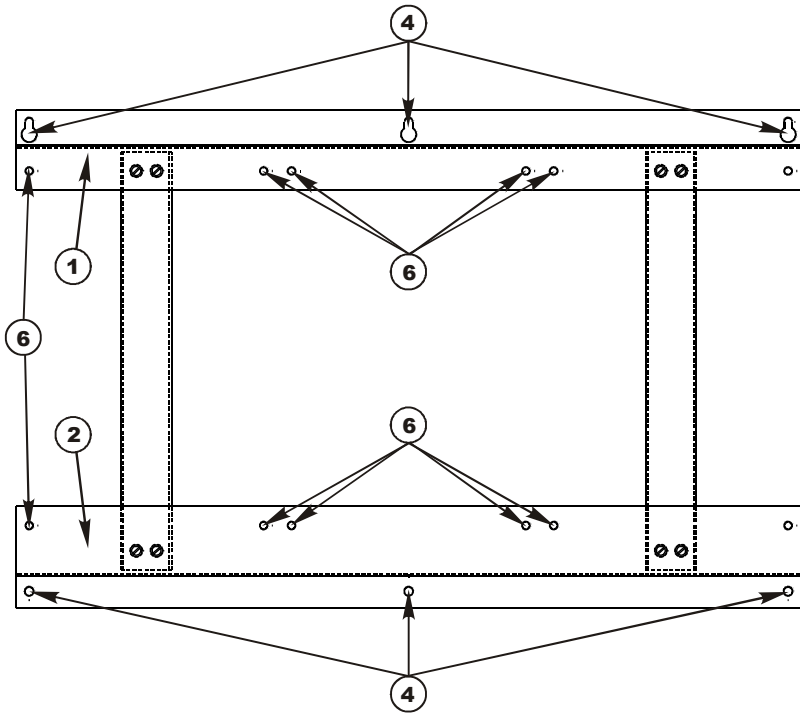

Рисунок 1 – Рама для установки стабилизаторов СКМ-2200-1
4.2 Используя составные части МК7 КСДП.687445.002, собрать раму (рисунок 1) в следующей последовательности: